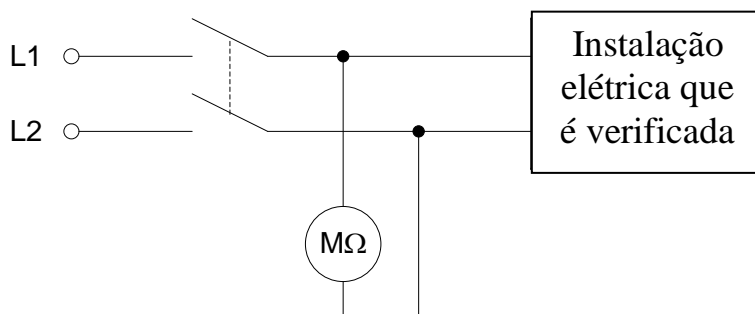

Figura 10 Resistência de isolamento entre a instalação e a terra.
- Outra ensaio de isolamento a ser realizado consiste na medição da resistência de isolamento entre os condutores vivos. Para tanto, deixam-se conectados todas as cargas à linha, mas com o seu respectivo interruptor na posição aberta, e conecta-se o megohômetro entre os dois condutores vivos da instalação, como mostrado na figura 10.